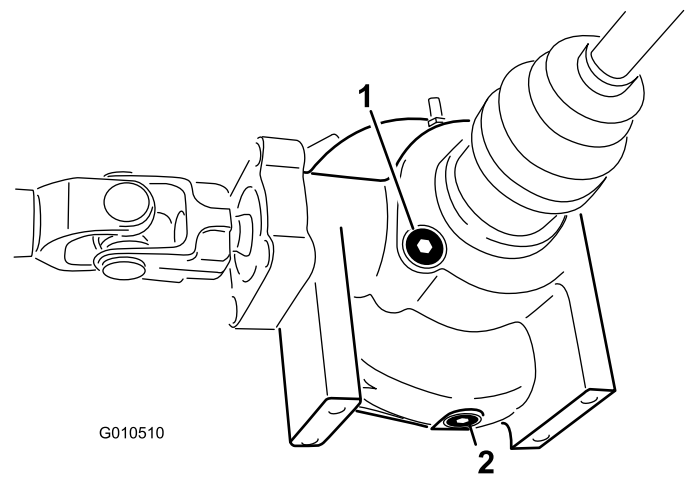

Figura 43
4. Curățați zona din jurul capacului de umplere/verificare de pe partea diferentialului (Figura 43).
4. Curăai zona din jurul buonului de golire din partea diferențialului (Figura 43).